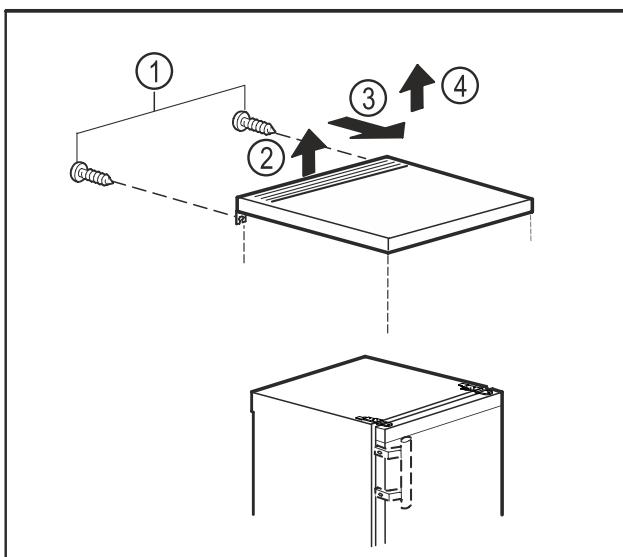

Fig. 9
- Lironi vidat në pjesën e pasme. Fig. 9 (1)
- Ngrini lart pllakën e sipërme në pjesën prapa. Fig. 9 (2)
- Shtyni nga përparrë pllakën e sipërme. Fig. 9 (3)
- Hiqni pllakën e sipërme duke e ngritur lart. Fig. 9 (4)